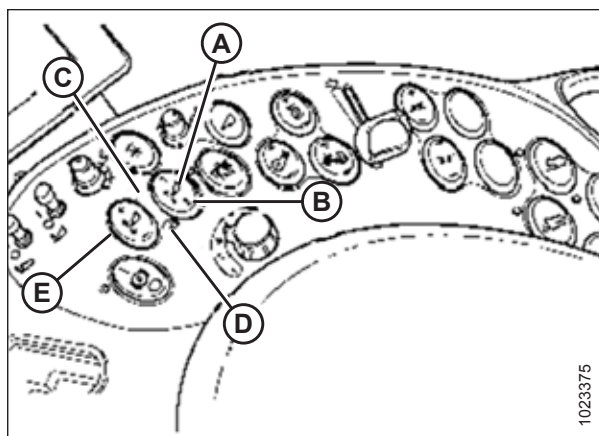

Рисунок 4.60: Органы управления комбайна Case
Эти уставки могут быть отрегулированы с большей точностью при помощи переключателя FINE ADJUST (Тонкая регулировка) (E) на рис. 4.60, *страница 128*.